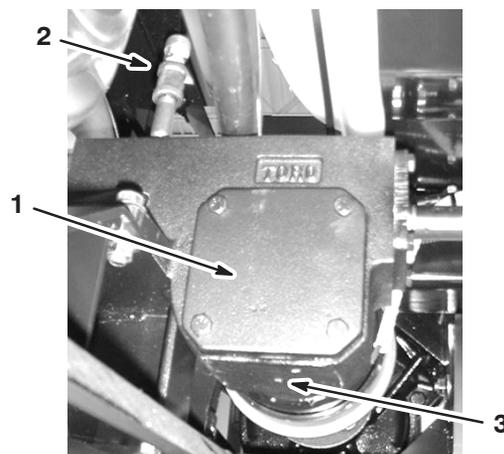

Figure 48
3. Retirez le bouchon de remplissage et de vidange (Fig. 48) pour permettre à l'huile de s'écouler dans le bac.